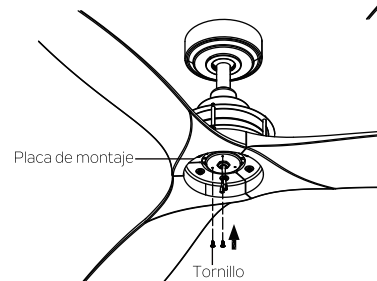

Fig. 23
**Paso 3.** Vuelva a instalar dos tornillos en la placa de montaje (no ajuste estos dos tornillos). (Fig. 23)